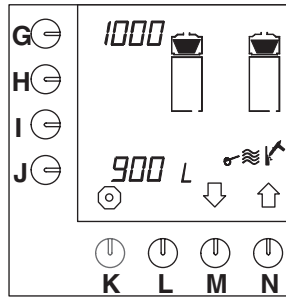

Fig. 52 Afkalkningssignal for kaffebryggeren
- Afkalkningssignalet for alle typer kaffebryggere er standardindstillet til 1000 liter, se positionen ved siden af valgknappen (G.) i fig. 52 .
- Tryk på valgknappen (M.)↓, indtil fig. 52 vises i displayet.